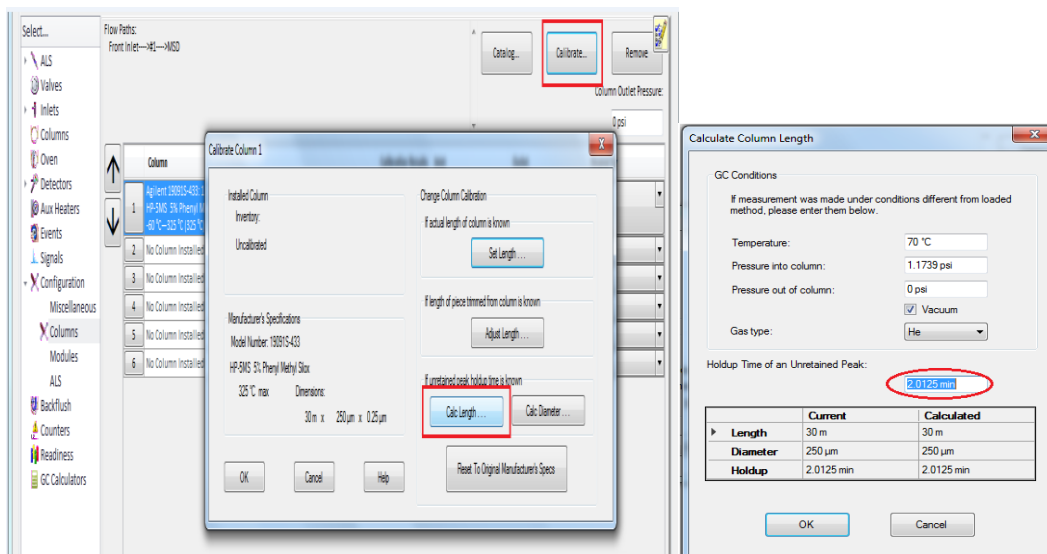

Figura 23. Calibración de la columna cromatográfica.
8.5.4. Calibración de la columna. Es importante realizar la calibración de la columna para que el equipo pueda realizar una estimación real de las dimensiones y calcule correctamente los flujos y presiones durante la corrida cromatográfica. El procedimiento para realizar la calibración en el software es el siguiente: desde el menú o desde la parte gráfica dar **click Instrument > GC Parameters**. En el panel izquierdo dar **click Configuration > Columns > Calibrate > Calc Length**. Registrar el tiempo de muerto determinado a partir de la inyección de una sustancia no retenida en la columna en el campo del **Holdup time of an Unretained Peak**, en seguida dar **click** afuera del dato registrado para verificar que se hayan realizado los ajustes. Verificar los datos de los demás parámetros (*temperature, inlet and outlet pressures, y gas type*) utilizados para determinar el **Holdup Time**. Actualice cualquier parámetro que sea diferente al utilizado en el método de adquisición. Finalmente dar **click** en **Ok** (véase Figura 23).